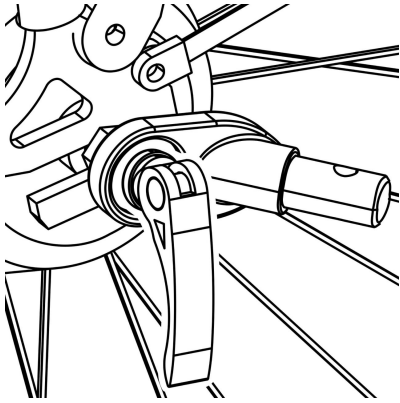

Abbildung 9
1. Schnellspanner-Achse: Entfernen Sie den Schnellspanner von der linken Seite der Hinterachse des Fahrrads. Montieren Sie die Kupplung zwischen Schnellspanner und Rahmen. Ziehen Sie den Schnellspanner gemäß der Anleitung des Fahrradherstellers fest. Die Anhängerkupplung kann am Fahrrad verbleiben, wenn der Anhänger entfernt wird (Abbildung 9).